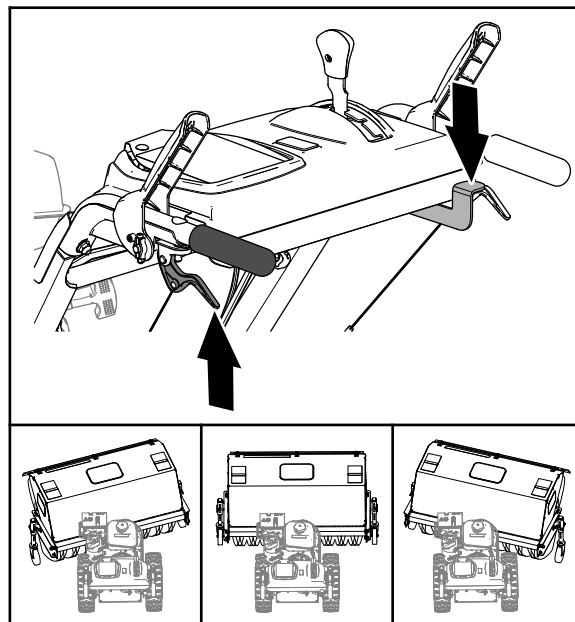

Figura 20
3. Empurre a alavanca para baixo com o polegar da mão direita (Figura 20).
4. Aperte a alavanca da embraiagem esquerda para a pega (Figura 20) e empurre a caixa da vassoura para as seguintes posições.